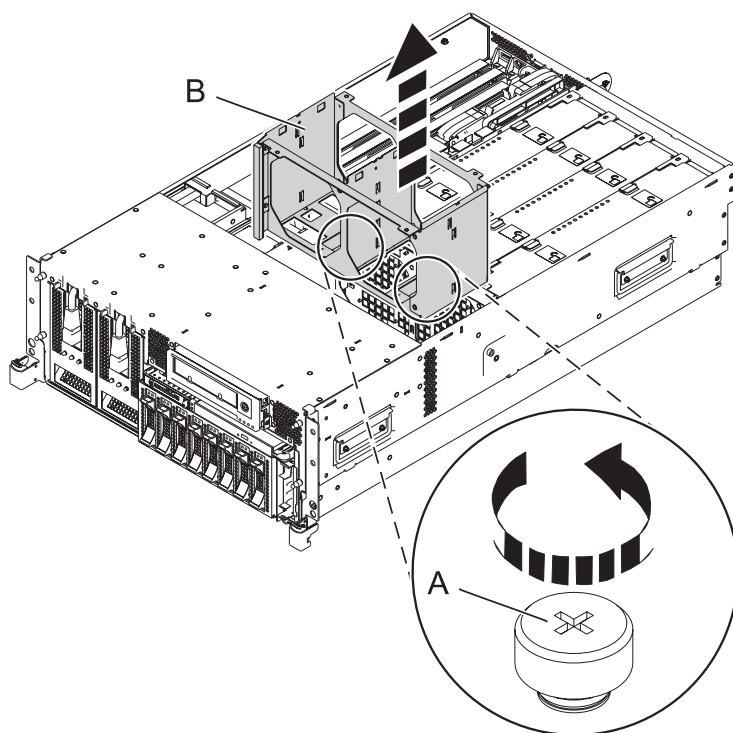

Figura 4. Removendo o Compartimento do Ventilador do sistema
- c. Para remover o compartimento do ventilador, solte os dois parafusos de aperto manual (A) e levante o compartimento do ventilador (B) para fora do sistema, conforme mostrado na Figura 4.